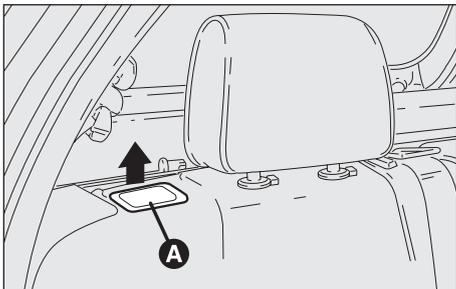
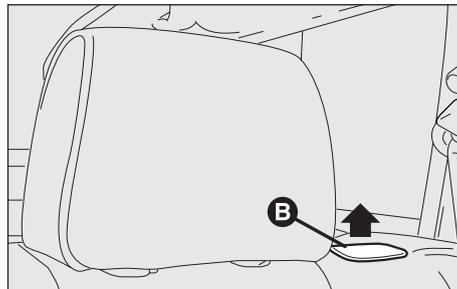

Abb. 41
Abb. 42
– Die Befestigung der Rückenlehne durch Hochziehen des Griffs (**A**, **Abb. 41**) für die rechte und (**B**, **Abb. 42**) für die linke Rückenlehne entblockieren.